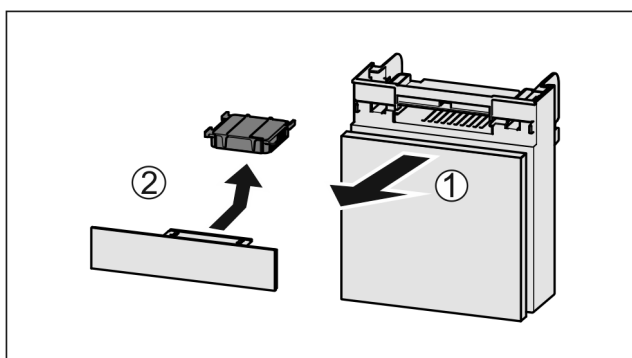

Fig. 102
- ▶ Predal izvlecite Fig. 102 (1) naprej.
- ▶ Odstranite Fig. 102 (2) aktivni ogljeni filter.